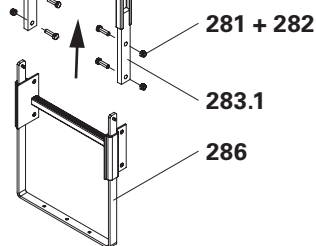

Fig. B3.04
3. Installare la base della scala (**286**) nello stesso modo con 4x bulloni M12 x 40 (**281**) e dadi sul raccordo (**283.1**) della scala inferiore. (Fig. B3.04)